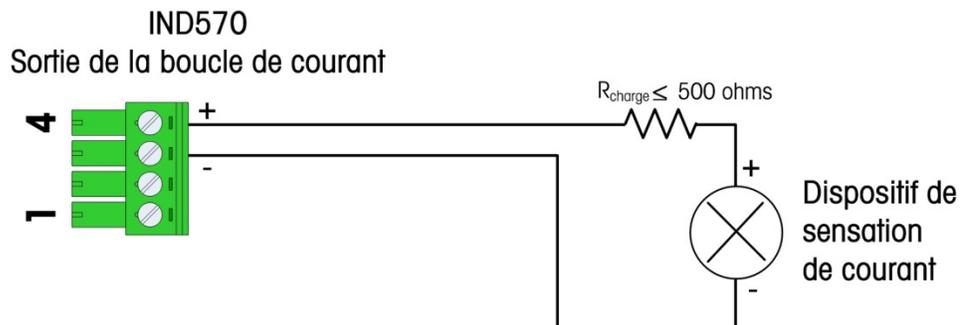

Figure 1-4 : Connexion de la boucle de courant normale
- Confirmez l'adéquation du câblage en vous référant à la Figure 1-4.
- Pour la sortie 4-20 mA, confirmez l'adéquation du câblage en vous référant à la Figure 1-4, et vérifiez que la charge de sortie ne dépasse pas 500 Ohms.